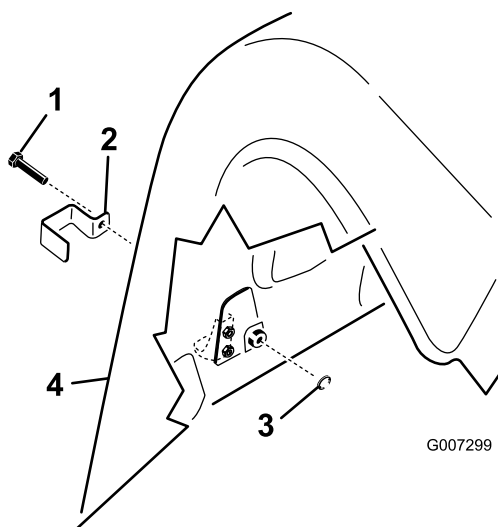

Bild 18
unteren Abdeckung und den Riegeln der oberen Abdeckung (Bild 18).
- Montieren Sie am Modell ProCore 1298 mit einer Gewindeschraube (drei pro Aerifizierkopf, insgesamt sechs) eine Sperrhalterung über allen unteren Abdeckungsriegel hinten und über den äußeren Abdeckungsriegeln oben, siehe Bild 18.
- Schrauben Sie eine interne Sicherungsscheibe mit einer Zange oder einem verstellbaren Schraubenschlüssel auf jede Schraube (ein bis zwei Gewindeumdrehungen), um den Riegel zu befestigen (Bild 18).